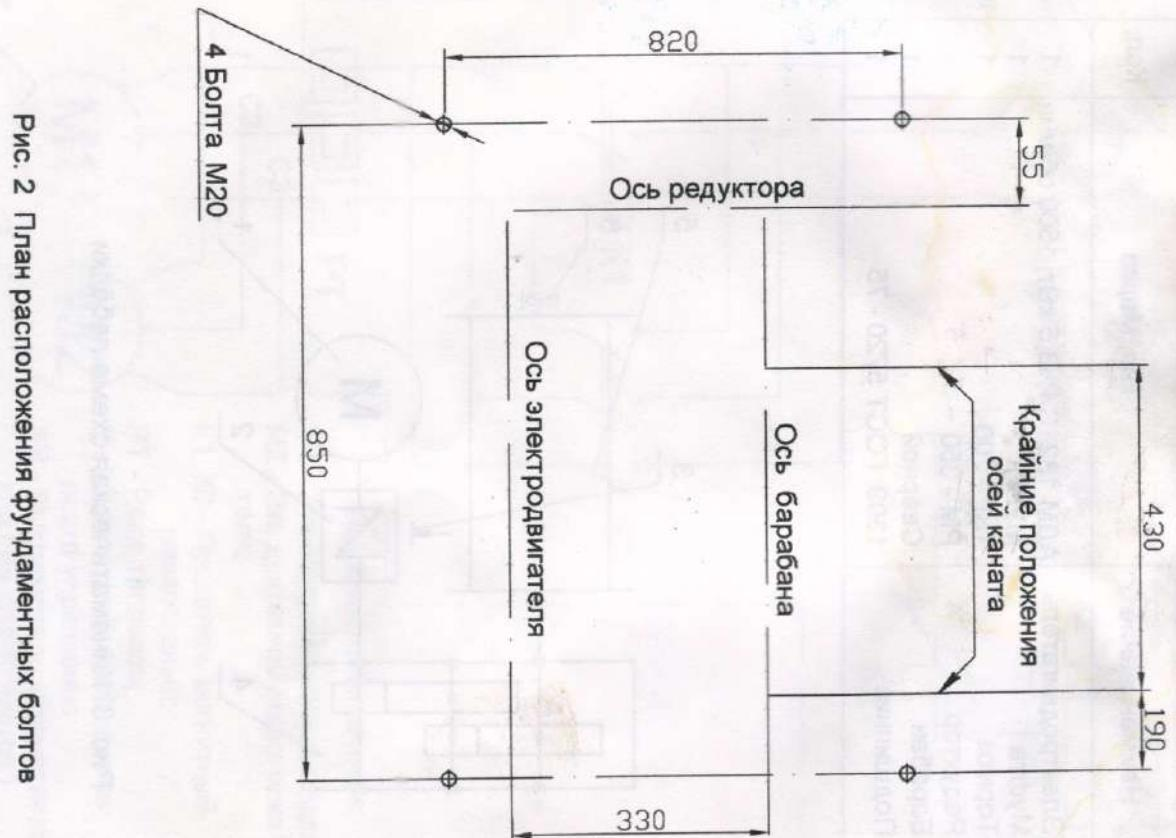

Рис. 2 План расположения фундаментных болтов
- 7.1. Лебёдка монтируется на специально устроеннойплощадке в соответствии с монтажными чертежами проекта. План расположения фундаментных болтов показан на рис.2.
7.1. Лебёдка монтируется на специально установленнойплощадке в соответствии с монтажными чертежами проекта. План расположения фундаментных болтов показан на рис.2.